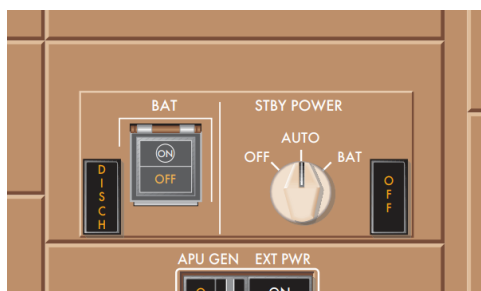

Рисунок 55. MAIN BATTERY SWITCH.
- Установите переключатель STBY POWER в положение OFF (рис. 55)
- Установите переключатель MAIN BATTERY SWITCH в положение OFF (рис. 55)